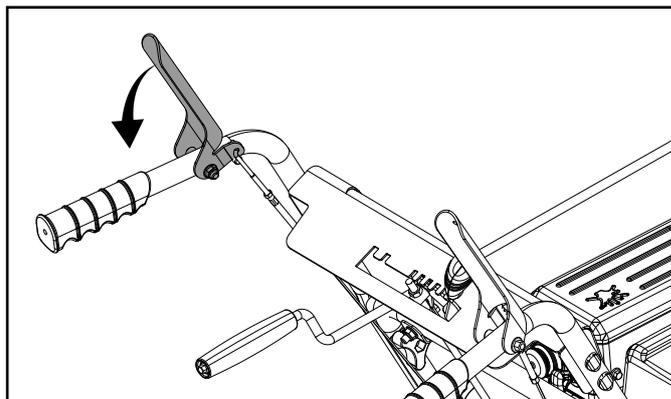

Figure 37
12. Tirez sur la poignée de commande de la tarière pour vous assurer que la poulie de renvoi est engager correctement la courroie (figure 37). Sous la couverture de la ceinture zone, assurez-vous que la distance des deux côtés entre le guide et la poulie sont les mêmes.